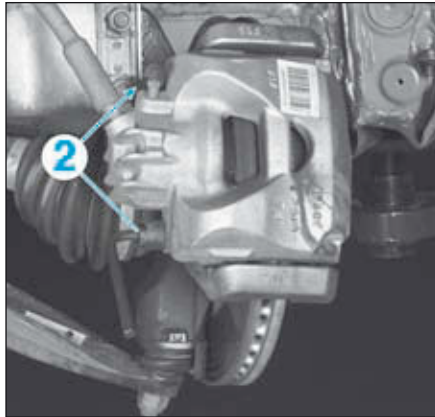
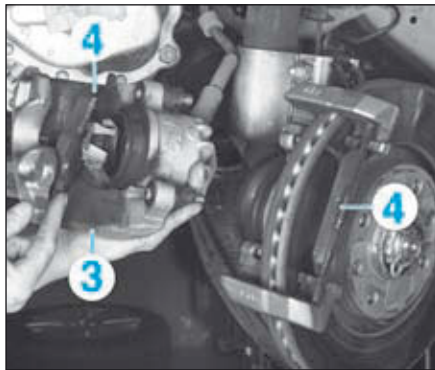

FIG.3
FIG.4
- Déposer (Fig.3) :
- les vis d'étrier (2).
- Extraire l'étrier (3) de son support (Fig.4).
- Déposer les plaquettes de frein (4).